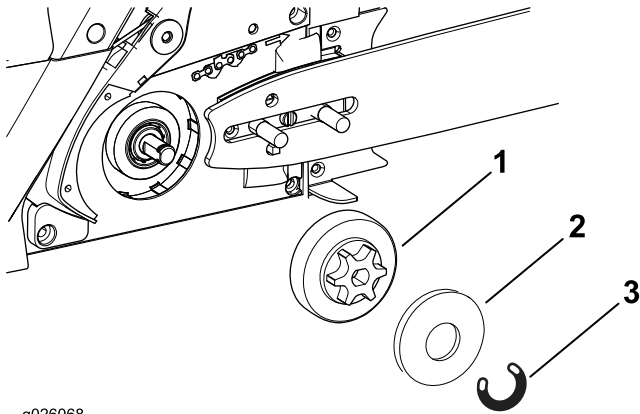

Figura 31
2. Retire el clic en E (Figura 31).
3. Retire el espaciador (Figura 31).
5. Si el piñón tiene marcas de desgaste de más de 0.5 mm (0.02 pulgada) de profundidad, debe cambiarlo (Figura 31).